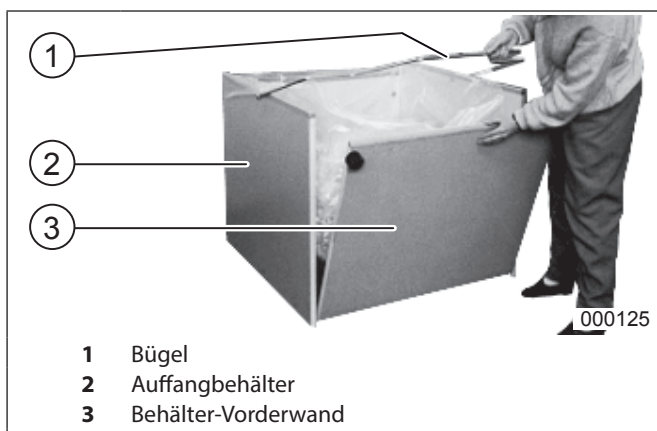

Abb. 10 Auffangbehälter entleeren
1. Den Behälter am Bügel (Abb. 10/1) fassen und den Behälter unter dem Shredder hervorziehen.
2. Den Bügel hochheben und die Behälter-Vorderwand (Abb. 10/3) nach unten klappen